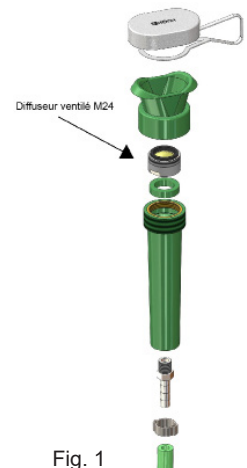

Fig. 1
- Aucun mastic n'est requis pour le remontage (aérateur M24 01 03 075 0061 – voir fig. 1)